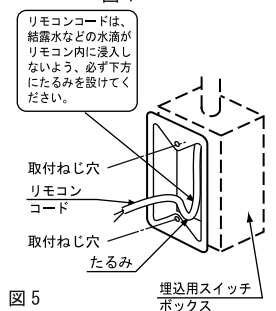

図5
(3) リモコンコードを壁中に通す場合 (コード埋込配線)
- ①リモコン取付位置に埋込用スイッチボックス (JIS 1個用) を取り付けてください。
- ②リモコンコードを電線管に通し、貯湯ユニットまで配線してください。(図5)